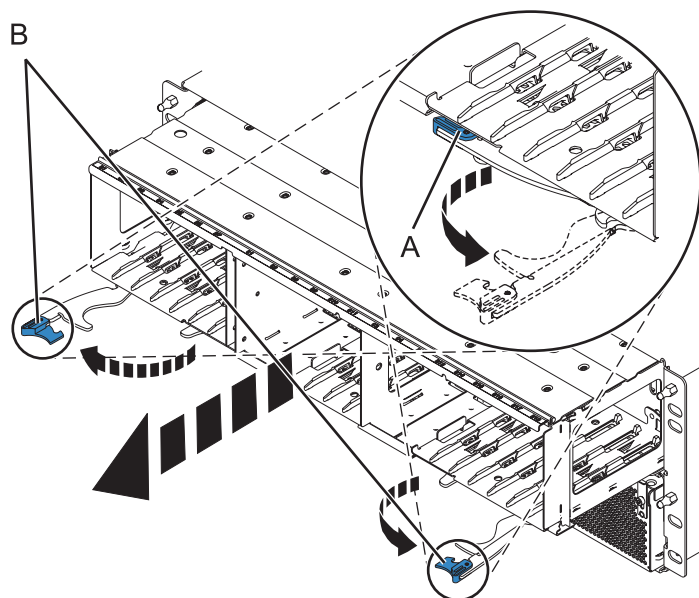

Figure 64. Retrait du fond de panier du boîtier
6. Retirez le fond de panier, comme illustré dans la figure 64, à la page 84.